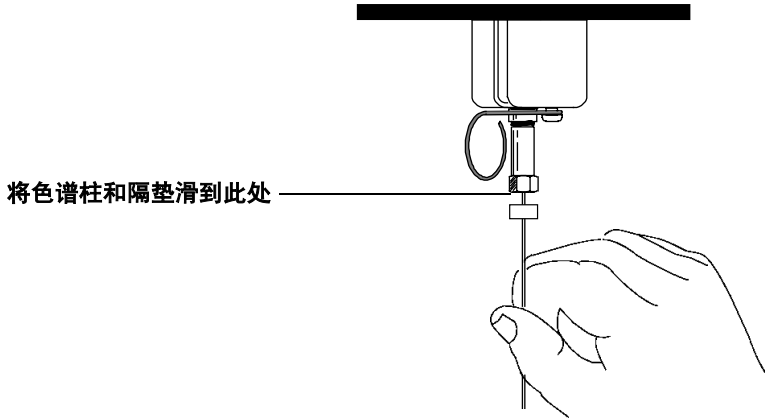

图 22 色谱柱定位
- 6 把色谱柱向上推 1 cm，将其导入进样口衬管。将螺帽和石墨圈沿柱滑向进样口衬管。调节色谱柱的位置，使柱上的隔垫恰好处在柱螺帽的底部（图 22）。用手拧紧柱螺帽直至把柱固定。